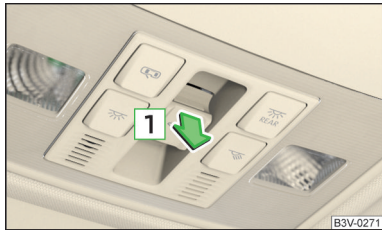

Abb. 49
- Den Schalter an der Aussparung in Pfeilrichtung  » **Abb. 49** ganz nach unten ziehen und festhalten.